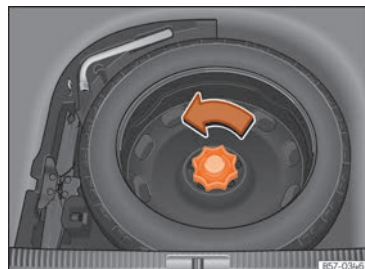

Abb. 221 Im Gepäckraum: hochgeklappter Ladeboden
- Drehen Sie das Rädchen entgegen dem Uhrzeigersinn »» (Abb. 221).